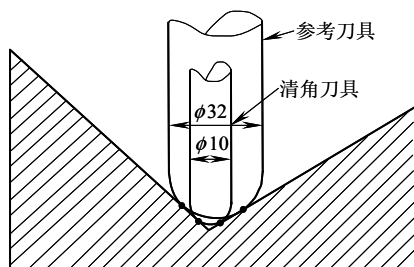

图 5-10 参考刀具在清角中的作用
1) 参考刀具：参考刀具的作用如图 5-10 所示。实际加工中，角落加工用多大直径的刀具，一般会根据零件型面精加工所用刀具直径来选择。型面精加工所用刀具直径越大，则会在角落处留下更多的余量，此时，如果清角刀具直径越小，系统会计算出更多段刀具路径以清除掉残留余量。也就是说，清角时要考虑上一工序所用刀具，该刀具即称为参考刀具。